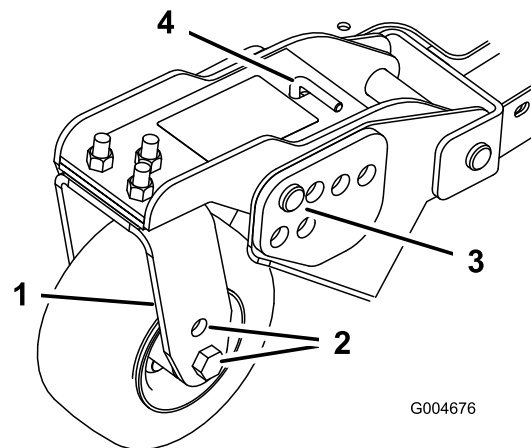
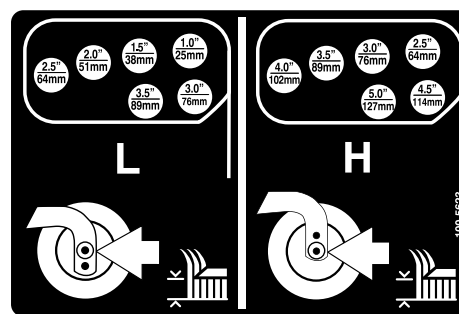

Figura 23
Figura 24
1. Coloque os eixos da roda giratória nos mesmos orifícios em todas as forquilhas da roda giratória (Figura 21 e Figura 23).
6. Retire o perno de gancho e os pinos de segurança dos braços articulados das rodas giratórias (**Figura 23**).
7. Rode a barra tensora para levantar ou descer o braço articulado, até os orifícios se encontrarem alinhados com os orifícios da altura de corte desejados, na estrutura da plataforma do cortador (**Figura 23** e **Figura 24**).